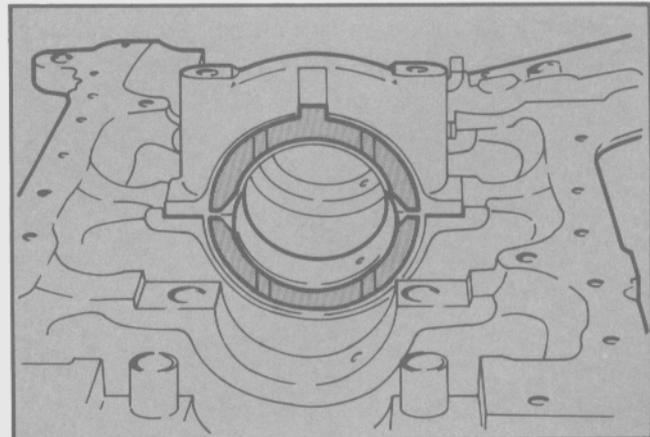

Fig. 30 - Semiarandelas de empuje de la tapa de bancada central
- Extraer las tapas de bancada junto con los cojinetes. Al retirar la tapa de bancada central, marcar la posición de las dos semiarandelas de empuje (Fig. 30).